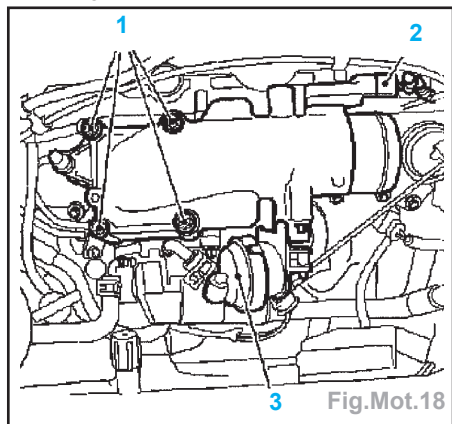

Fig.Mot.18
- Débrancher les connecteurs de la soupape de recyclage des gaz et du capteur de pression du tube d'admission (2) (Fig.Mot.18).
- Déposer le tube d'admission (4 vis, (1)).